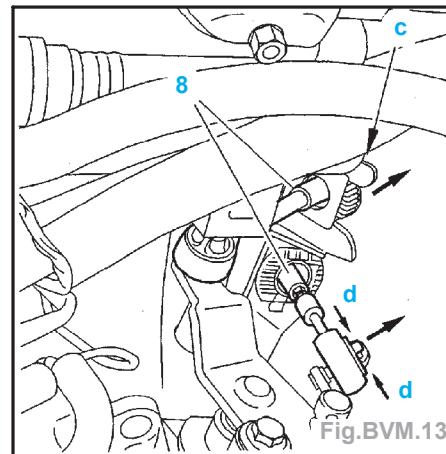

Fig.BVM.13
- Désaccoupler les rotules des câbles de commande (8) (Fig.BVM.13).